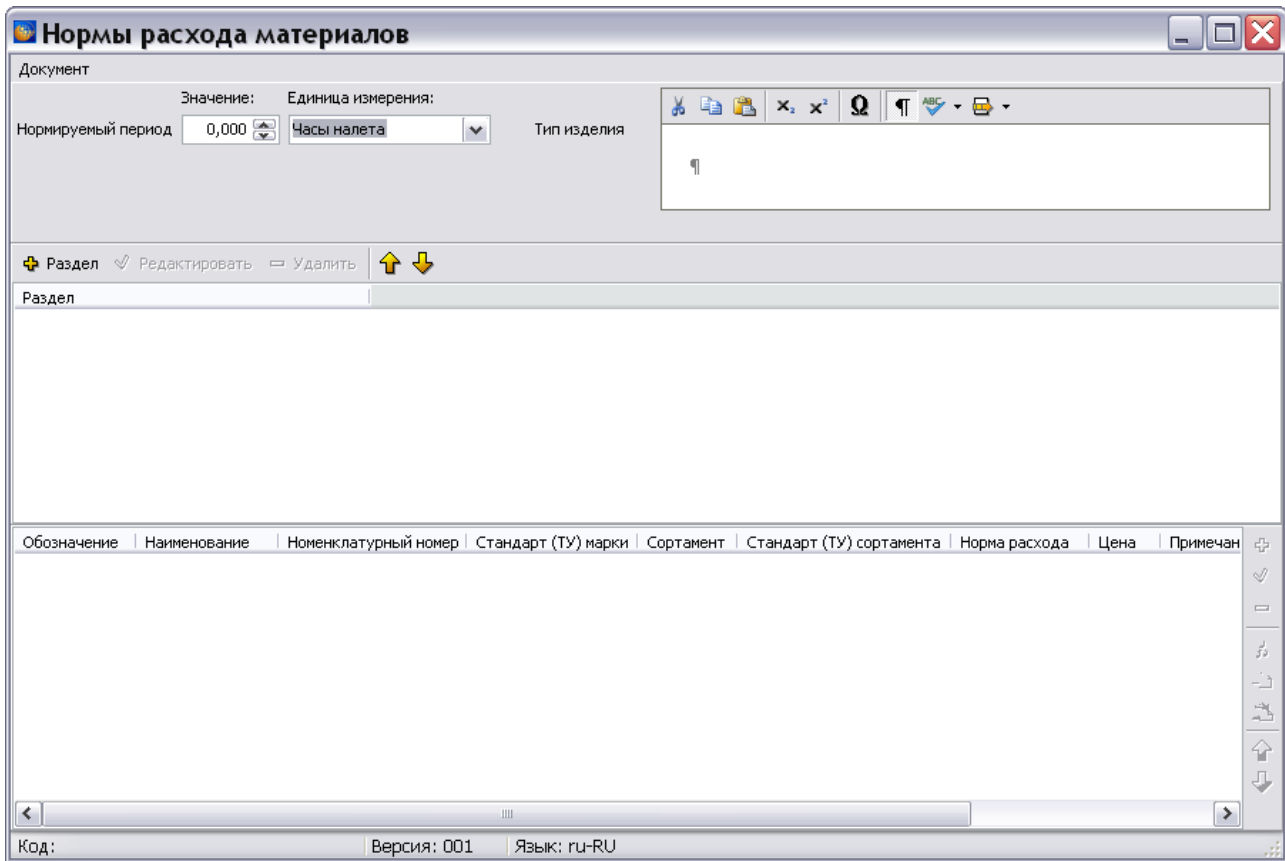

Рис. 11.1
5. Выделите созданную версию модуля данных и нажмите на кнопку . При этом откроется окно редактора норм расхода материалов (Рис. 11.1).